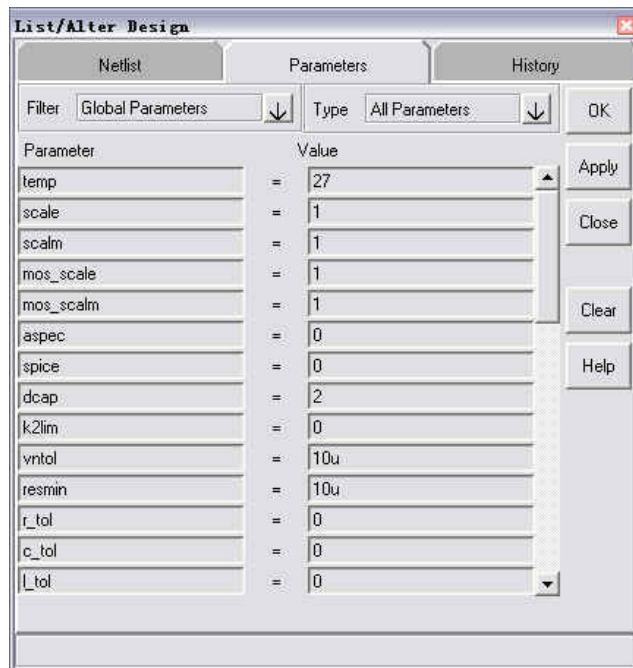

图 2-8 Parameters 面板内容
- ▲ **Parameters:** 如图 2-8 所示，通过该面板也可以改变设计参数，在 Parameter 栏中指定参数名称，在 Value 栏中指定数值。例如：要将设计温度改为 34℃，可以在 Parameter 栏中查找或键入 temp，在 Value 栏中键入 34，点击 Ok 或 Apply 按钮使改变生效。